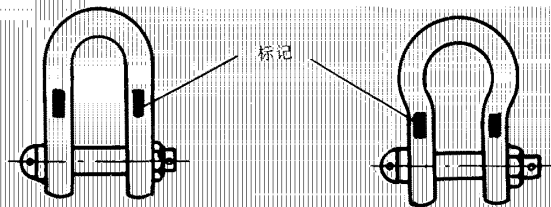

图 3
5.1 每个卸扣经试验合格后，应在规定的标记处（见图3）并打上型号、标准号以及制造厂名称的厂标记。